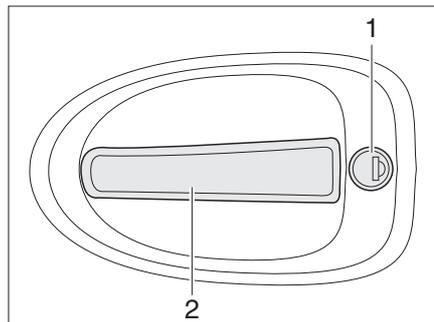

Bild 35 Türschloss Fahrertür, außen
- Schlüssel in Schließzylinder (Bild 35,1) stecken und drehen, bis das Türschloss entriegelt ist.
- Am Türgriff (Bild 35,2) ziehen. Die Tür ist geöffnet.
- Schlüssel in Schließzylinder (Bild 35,1) stecken und drehen, bis das Türschloss verriegelt ist.